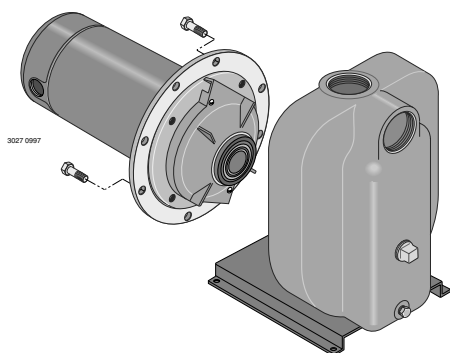

Figura 17 - Deslice el motor hacia atrás
Paso 4. Quite los tornillos prisioneros que sostienen la placa selladora a la caja de la bomba. Ahora se puede sacar la unidad del motor y la placa selladora de la caja de la bomba (figura 17). Quite la empaquetadura CUIDADOSAMENTE.